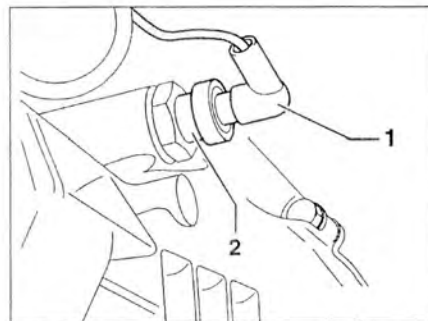

Рис. 4.8. Открутите провод 1 от выключателя 2 фонарей заднего хода.
15. Отсоедините трубку (стрелка) от вакуумного насоса (рис. 4.8).
18. Открутите провод 1 от выключателя 2 фонарей заднего хода (рис. 4.8).